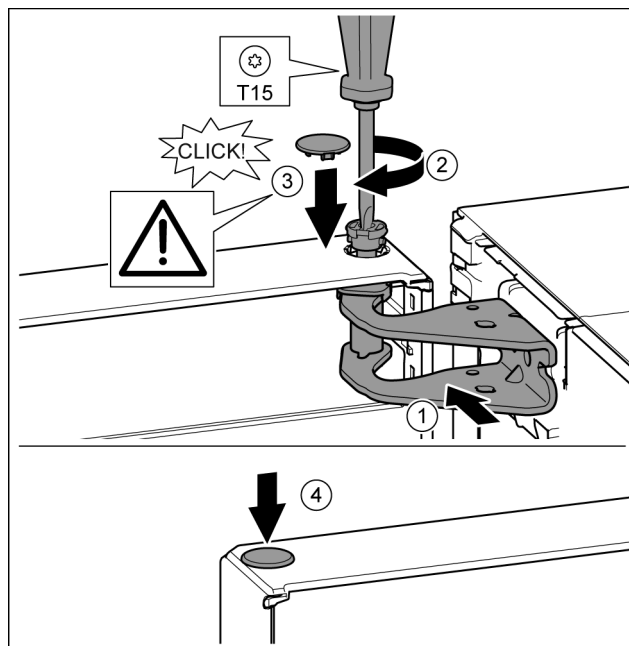

Fig. 17
- ▶ Dveře nahoře vyrovnejte s otvorem ve stojanu ložiska. Fig. 17 (1)
- ▶ Vložte čep a pevně jej utáhněte šroubovákem T15. Fig. 17 (2)
- ▶ K zajištění dveří namontujte bezpečnostní kryt: Bezpečnostní kryt nasad'te a zkontrolujte, zda přiléhá na dveře. V opačném případě čep zcela zasuňte. Fig. 17 (3)
- ▶ Vložte zátku. Fig. 17 (4)